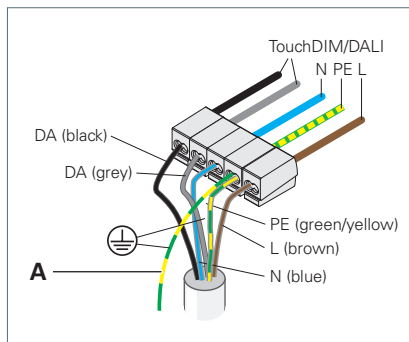

Fig. 16: Raccorder le luminaire.
- Sur le côté de raccordement du luminaire, raccordez le câble de mise à terre **A** à la borne du conducteur de protection, voir Fig. 16.